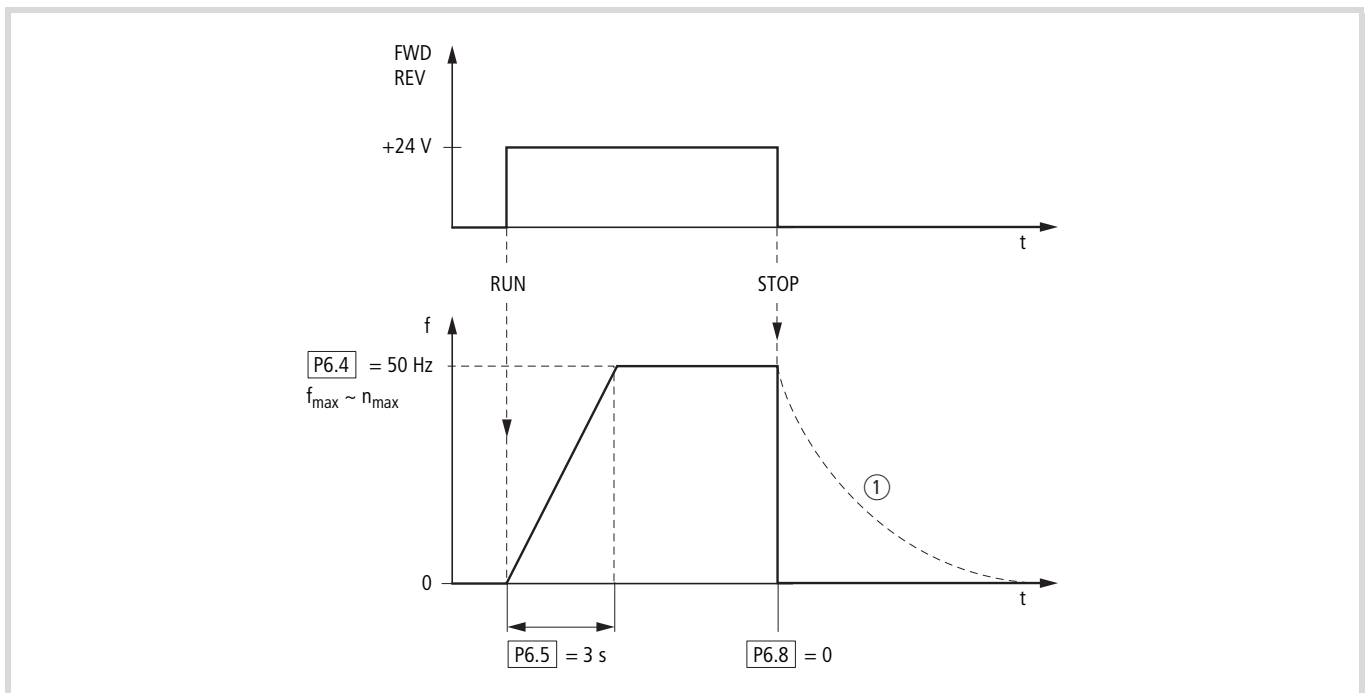

Abbildung 10: Start-Stopp-Befehl bei maximaler Sollwertspannung, Beschleunigungsrampe 3 s
Abbildung 10 auf Seite 19 zeigt beispielhaft den Verlauf, wenn das Freigabesignal (FWD/REV) angeschaltet wird und die maximale Sollwertspannung (+10 V) anliegt. Der Motor folgt in seiner Drehzahl der Ausgangsfrequenz, in Abhängigkeit vom Last- und Trägheitsmoment (Schlupf), von null bis n_{max} .
Wird im Betrieb das Freigabesignal (FWD, REV) abgeschaltet, so wird der Wechselrichter sofort gesperrt (STOP) und die Ausgangsfrequenz auf null gesetzt. Der Motor läuft ungeführt aus (siehe ① in Abbildung 10, Seite 19).